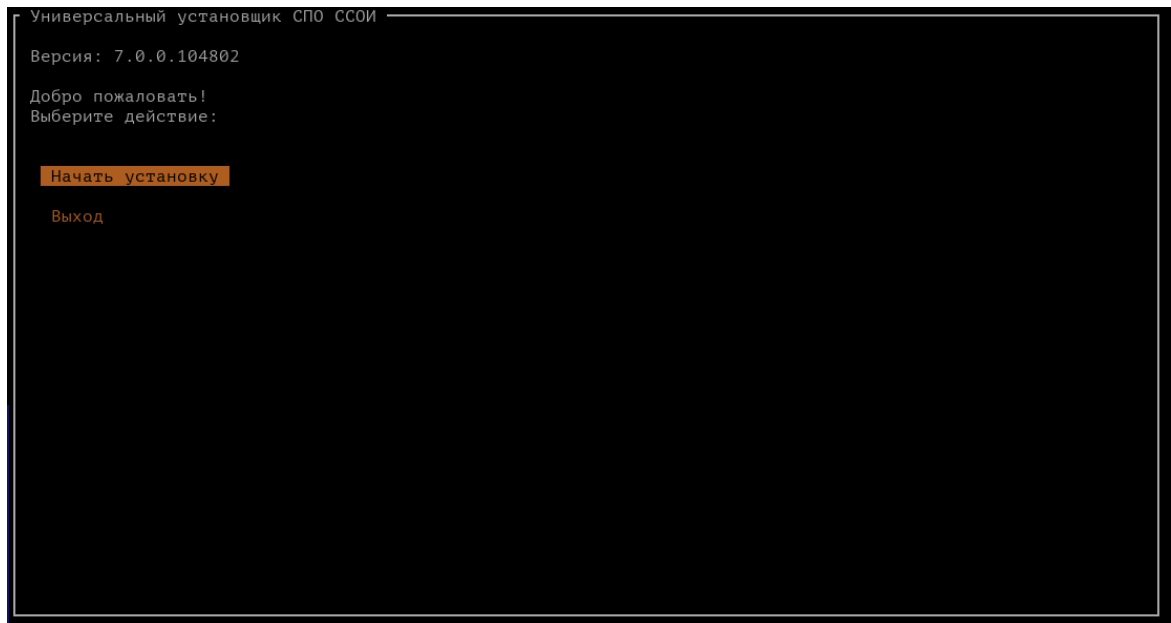

Рисунок 19 - Установка ССОИ
10) В открывшемся окне «Добро пожаловать» выбрать <Начать установку> (рис. 19).